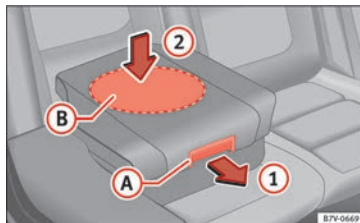

Bild 97 Integrerade barnstolar. Sänka dynan
- Dra upplåsningsspaken » bild 97 (A) på dynan i pilens riktning ①.
- Tryck ner dynan genom det *mellersta* området (B) i pilens riktning ② tills den hakar fast säkert » ①. Sidostöden fälls undan automatiskt.
① VIKTIGT
När den integrerade barnstolen sänks ner ska du endast trycka på mitten av dynan » bild 97 ②. Annars kan dynan vridas och inte haka i ordentligt.